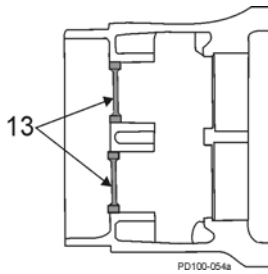

Abbildung 75 - Ausbau der hinteren Öldichtungen
- Drücken Sie die beiden hinteren Öldichtungen im Getriebegehäuse heraus (Abbildung 75, Pos. 13) und entsorgen Sie sie.